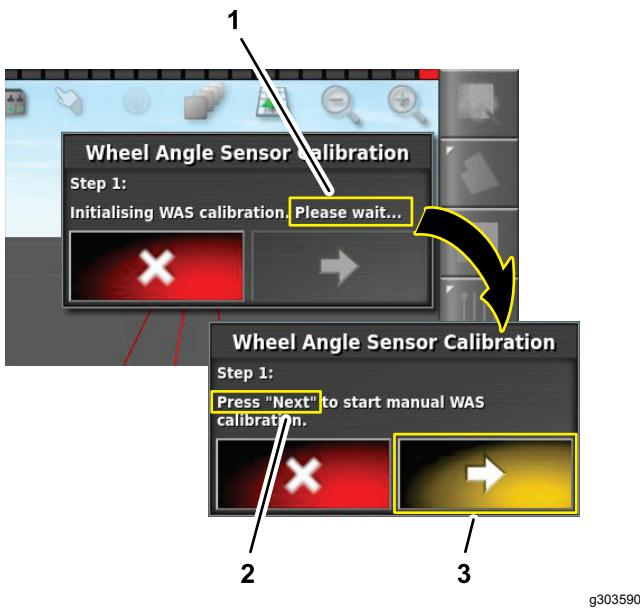

Figura 162
- No Passo 1 (Step 1), aguarde até a calibração do sensor do ângulo das rodas iniciar, e prima o ícone para avançar para o passo seguinte (Figura 162).